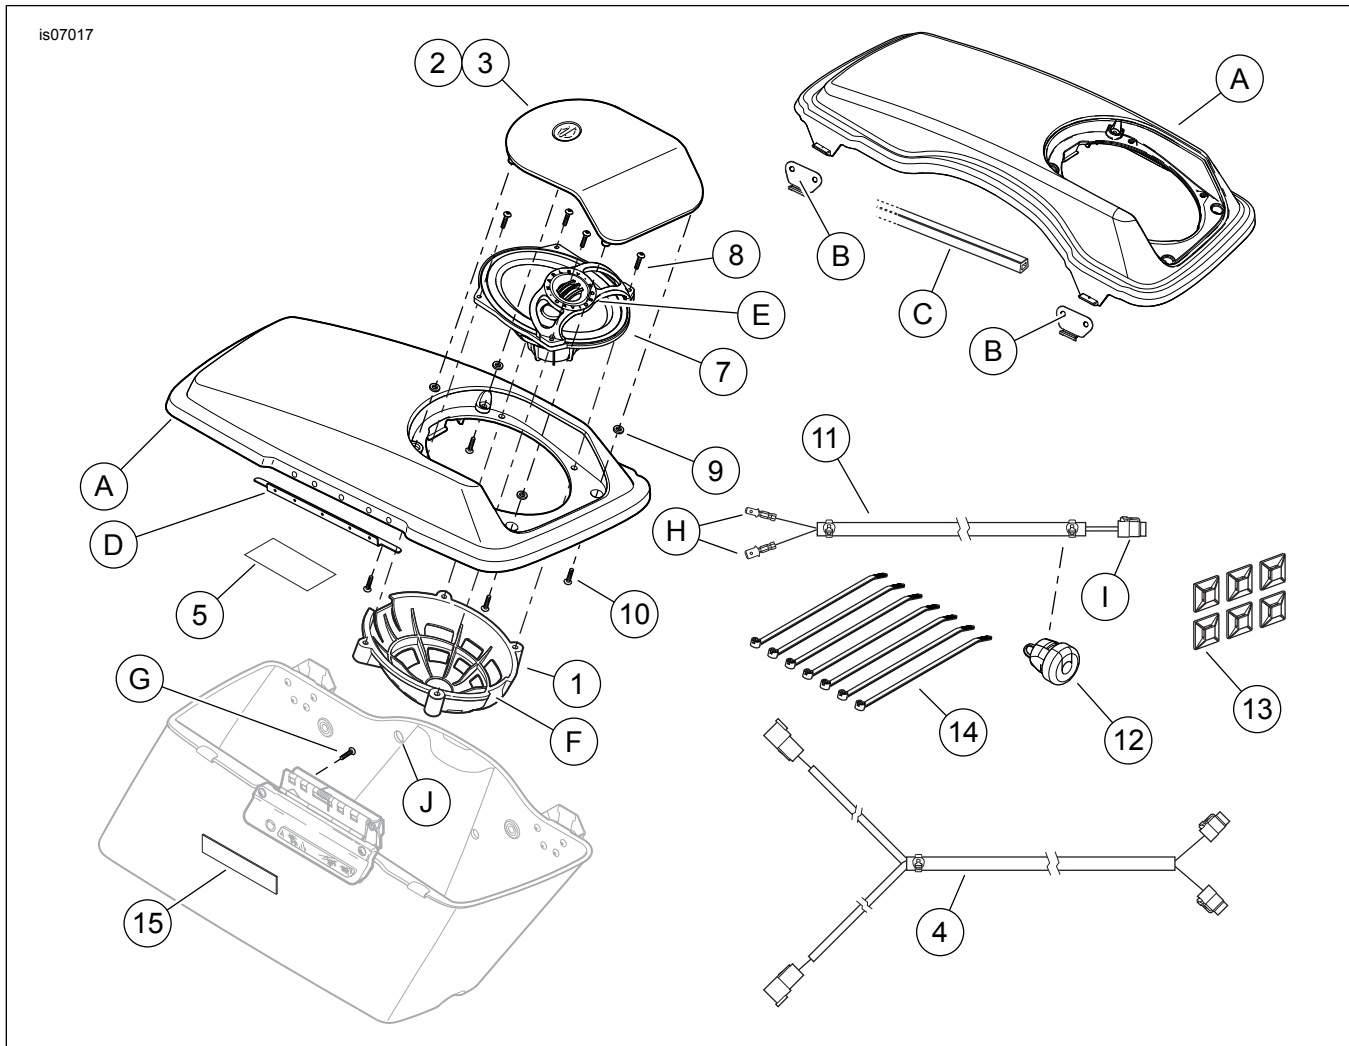

Figure 7. Pièces détachées, kit de haut-parleurs de sacs Boom! Audio
1. Voir Figure 7. Inspecter les prises femelles des deux longs brins à une extrémité du faisceau de haut-parleur arrière (4). Dans l'une des prises femelles marquée « RIGHT » (droite) : Brancher cette prise dans le connecteur mâle provenant de la sacoche **droite**. Dans l'autre prise femelle (ne portant pas de marque) : Brancher cette prise dans le connecteur mâle provenant de la sacoche **gauche**.
6. **Accouplement des connecteurs du haut-parleur arrière :** Voir Figure 7. Assortir les couleurs des fils des cavités 5 et 6 des prises femelles à six fiches sur le faisceau arrière (4) à celles des prises mâles à six fiches [41A] et [42A] du faisceau de radio ou du faisceau supplémentaire Non-Ultra. Connecter les prises femelles des haut-parleurs droit et gauche aux prises mâles appropriées. **Avec faisceau de fils de radio et PAS d'amplificateur avant :** Avec faisceau de fils de radio **ET un amplificateur avant :** Introduire les quatre fils à terminaison dans le connecteur [149B] du faisceau de fils d'amplificateur. Consulter les instructions du kit d'amplificateur Boom! Audio.
Voir Figure 7. Prendre deux faisceaux de connexion volante de haut-parleurs de sacoche (11) du kit.